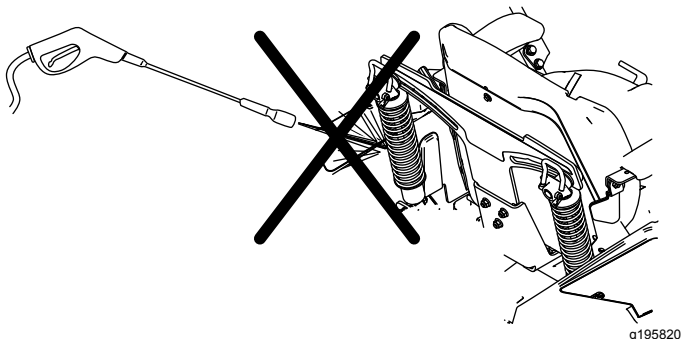

Figure 105
**Remarque:** Ne nettoyez pas les amortisseurs au jet d'eau sous pression (Figure 105).